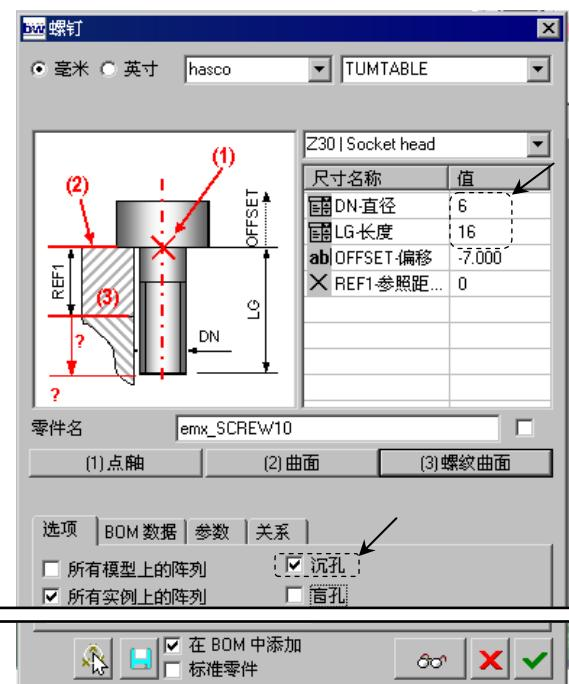

图 30.53 “螺钉”对话框
Step1. 选择命令。单击 **工具** 功能选项卡 **螺钉** 控制区域中的 按钮，此时系统弹出图 30.53 所示的“螺钉”对话框。